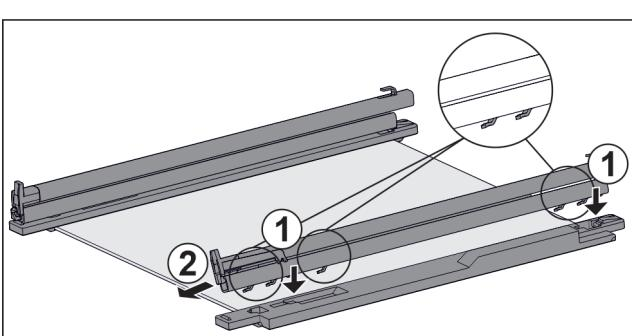

Fig. 110 Skleněná deska s kolejničkami a přídržnými díly
- Nasadte háčky kolejničky na otvory **levého** přídržného dílu. Fig. 110 (1)
- Vytáhněte kolejničku dopředu. Fig. 110 (2)
- Nasadte háčky kolejničky na otvory **pravého** přídržného dílu. Fig. 110 (1)